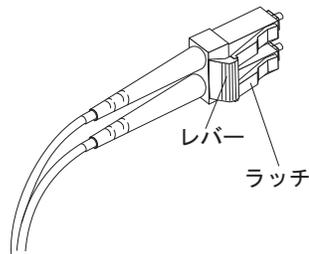

図 33. LC-LC ファイバー・チャンネル・ケーブルのレバーおよびラッチ
1. 図 33 に示すように、SFP モジュールまたはホスト・バス・アダプターに接続した LC-LC ケーブルの端のレバーを押し下げたまま、ラッチを解放します。